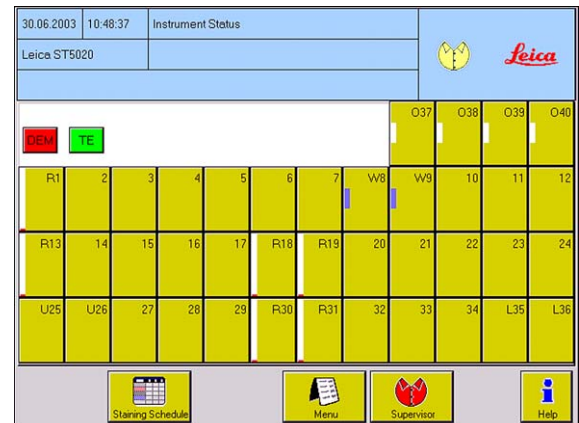

Abb. 25
- Wird nichts geändert, springt die Anzeige zum Menü **GERÄTESTATUS** (Abb. 25). Der Gerätestatus ist die Standardoberfläche, von der alle folgenden Funktionsbeschreibungen ausgehen (Kapitel 5).